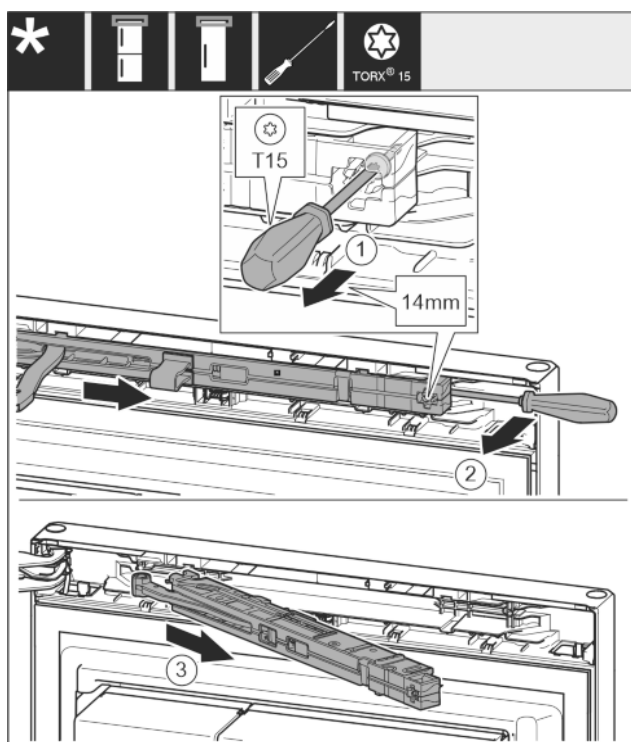

Fig. 9
- Desserrer la vis de l'amortisseur de fermeture de 14 mm environ avec un tournevis T15. Fig. 9 (1)
- Avec un tournevis, accéder à la partie postérieure de l'amortisseur de fermeture du côté de la poignée et faire pivoter en avant. Fig. 9 (2)
- Sortir l'amortisseur de fermeture. Fig. 9 (3)